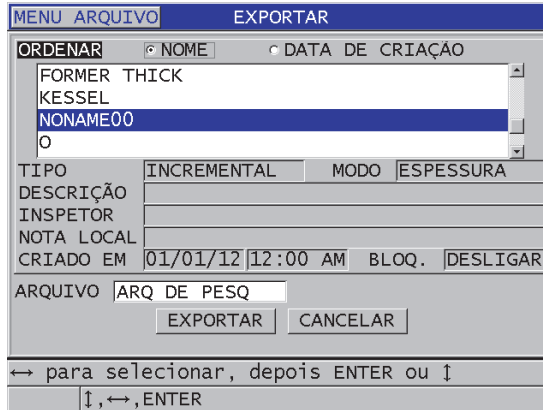

Figura 14-5 Tela EXPORTAR
5. Na tela **EXPORTAR** (veja Figura 14-5 na página 271):